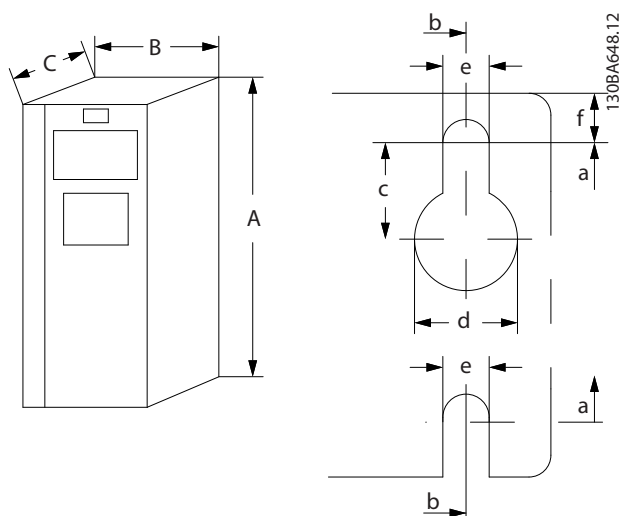
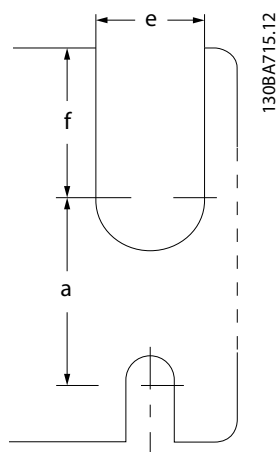

図 8.2 上部及び下部の実装穴 (章 8.9 電力規格、重量、寸法を参照)
図 8.3 上部及び下部の実装穴 (B4、C3、C4)
1) 上部及び下部の実装穴については、図 8.2 及び図 8.3 を参照。